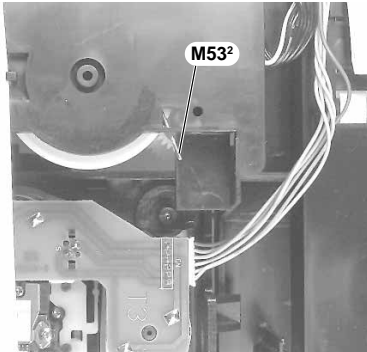

Fig. 16
- Die Feder M532 in die Service-Stellung bringen wie in Fig. 16 abgebildet.
- Set spring M532 in service position as shown in Fig. 16.